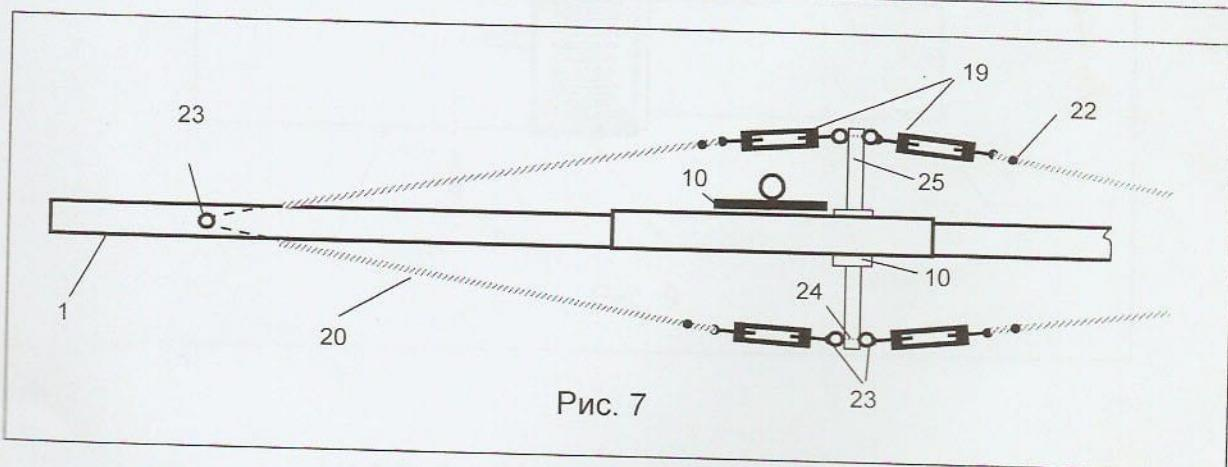

Рис. 7
на рис. 7. Способ крепления арамидного троса (20) при помощи коуша (21) и зажима (22) показан на рис. 8.